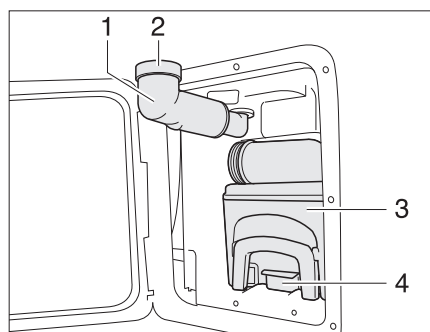

Fig. 159 Cassette Thetford
- Girar hacia fuera el tubo de llenado de agua potable (Fig. 159,1).
- Retirar la tapa roscada (Fig. 159,2).